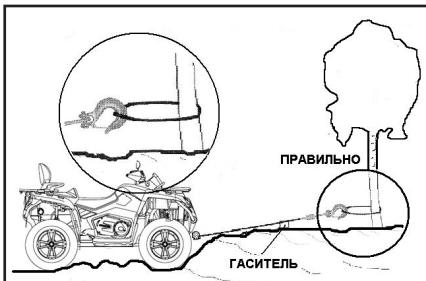

Рис. 6.
- При работе лебёдки рекомендуется положить на трос около крюка подходящий мягкий предмет, например, куртку, покрывало или полотенце. При возможном разрыве троса он сыграет роль гасителя энергии оборванного троса (рис. 6).